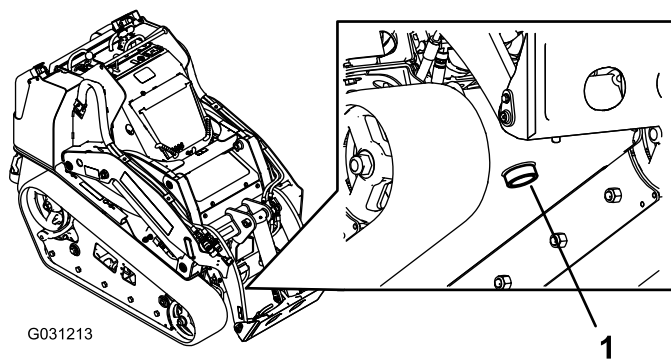

Figura 63
7. Collocate una bacinella di spurgo grande (capacità 57 litri) sotto il tappo di spurgo, nella parte anteriore del trattore (Figura 63).
8. Togliete il tappo di spurgo e lasciate defluire l'olio nella bacinella (Figura 63).